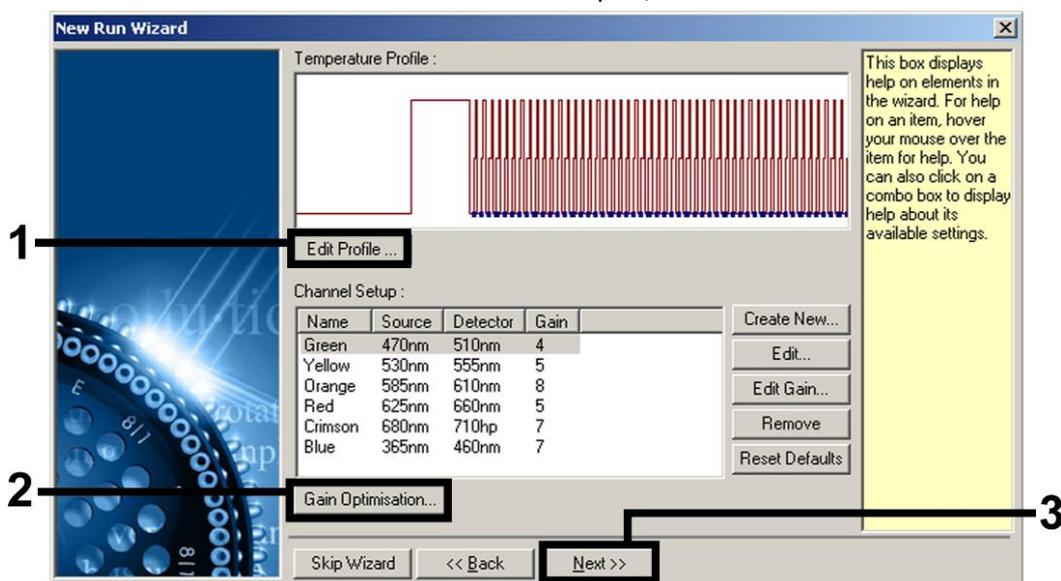

Figura 3. Edição do perfil. As capturas de ecrã para o *artus* HI Virus-1 QS-RGQ Kit são mostradas a título de exemplo.
5. Clicar no botão "Edit Profile" (Editar perfil) na caixa de diálogo seguinte do "New Run Wizard" (Assistente de nova corrida) (figura 3). Programar o perfil de temperatura indicado para o respetivo *artus* QS-RGQ Kit, tal como mostra a tabela 1, tendo como orientação as capturas de ecrã exemplificadas nas figuras 3–6 (as capturas de ecrã para o *artus* HI Virus-1 QS-RGQ Kit são mostradas a título de exemplo).
6. O intervalo de deteção dos canais de fluorescência tem de ser determinado de acordo com as intensidades de fluorescência nos tubos de PCR. Clicar em "Gain Optimisation" (Otimização de ganho) na caixa de diálogo "New Run Wizard" (Assistente de nova corrida) (ver figura 3) para abrir a caixa de diálogo "Auto-Gain Optimisation Setup" (Configuração da otimização automática de ganho). Definir a temperatura de calibração para coincidir com a temperatura de anelamento do programa de amplificação e ajustar as sensibilidades do canal de fluorescência (tabela 2 e captura de ecrã a título de exemplo na figura 7).